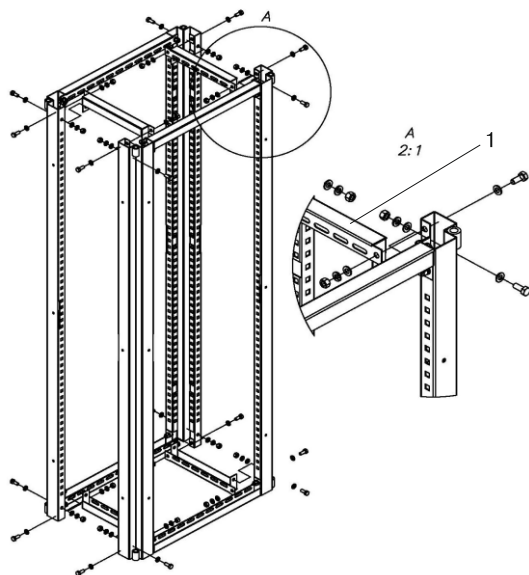
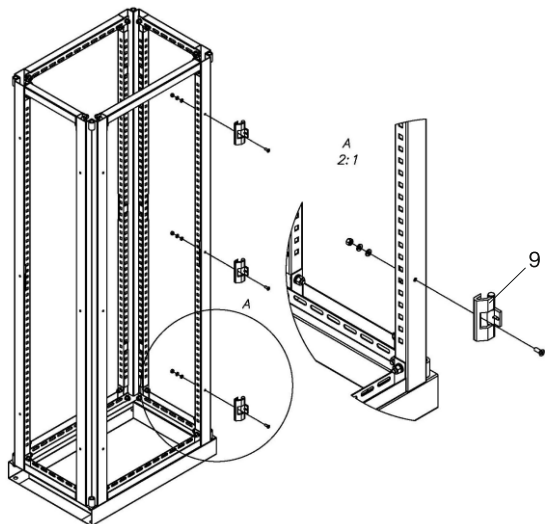

Рисунок 3 – Сборка каркаса
Рисунок 5 – Установка петель на каркасе
4.3 Сборку производить в горизонтальном положении, например, на полу (рисунок 3).
6.1 Установить на каркас (рисунок 3) петли (позиция 9) при помощи шести винтов M5×20, шести шайб 5, шести пружинных шайб 5 (рисунок 5).